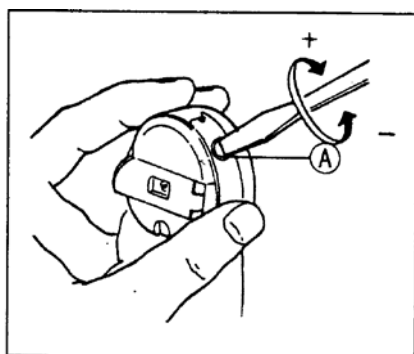

Рис. 11
13. Регулировка натяжения нити (рис. 11, 12)